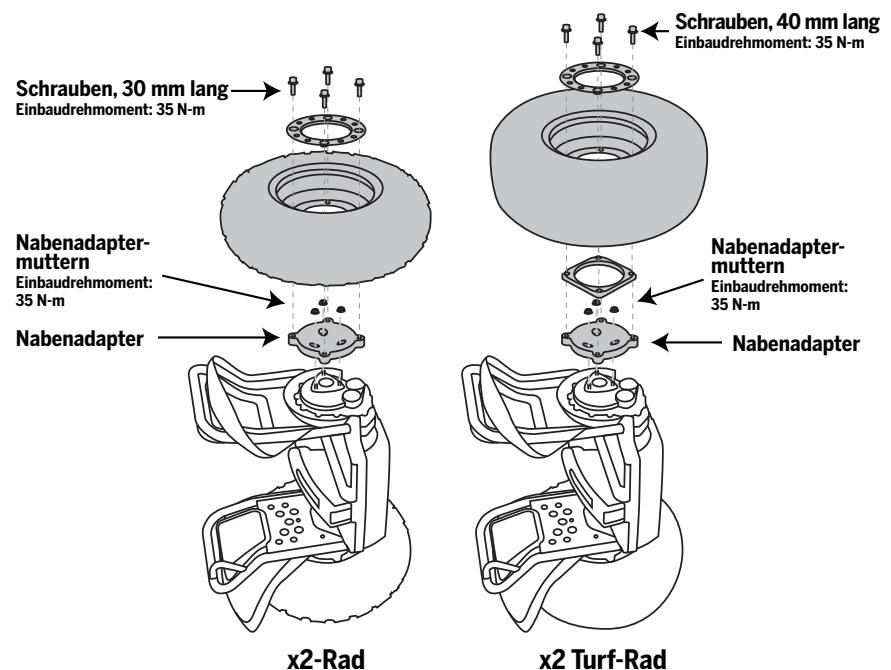

**Abbildung 1.** Reifen- und Radbaugruppe aus- oder einbauen
2. Ausbau der Reifen-/Radbaugruppe, der Radverkleidung und des Distanzhalters (nur x2 Turf): Kippen Sie den Segway PT auf die Seite. Das Rad, das entfernt werden soll, muss nach oben weisen. Das andere Rad muss auf einer sauberen, glatten Oberfläche ruhen. Siehe Abbildung 1.
3. Entfernen Sie die (4) Schrauben mit einem 8-mm-Inbusschlüssel. Halten Sie dabei das Rad fest; es darf sich nicht drehen. Heben Sie das Rad ab und entfernen Sie alle Verunreinigungen von den Montageflächen des Rads. Für x2 Turf: Heben Sie auch den Distanzhalter ab. Siehe Abbildung 1.
4. Wiedereinbau der Reifen-/Radbaugruppe und der Radverkleidung: Legen Sie das Rad mit nach außen zeigendem Ventilschaft über den Nabendapter. Für x2 Turf: Legen Sie den Distanzhalter über den Nabendapter und legen Sie dann das Rad über den Distanzhalter. Siehe Abbildung 1.
5. Legen Sie die Verkleidung über das Rad. Drehen Sie (4) 30 mm lange Schrauben (im Kit enthalten) durch die Verkleidung und das Rad in den Nabendapter. Für x2 Turf: Drehen Sie (4) 40 mm lange Schrauben (im Kit enthalten) durch die Verkleidung, das Rad und das Distanzstück in den Nabendapter.